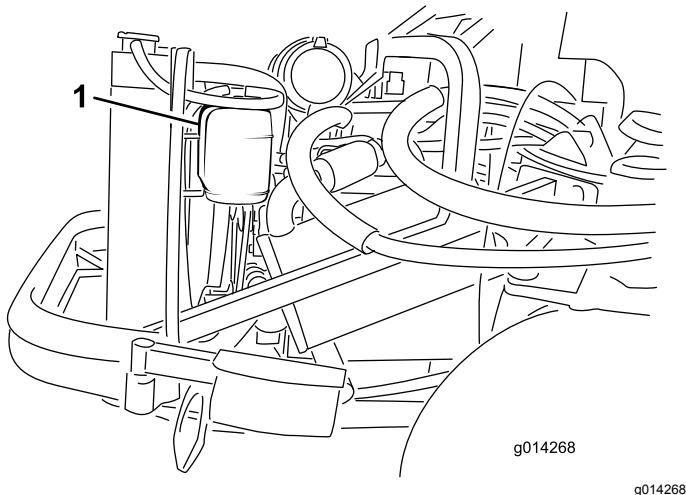

Figura 41
1. Compruebe el nivel de refrigerante en el depósito de expansión (**Figura 41**). El nivel del refrigerante debe estar entre las marcas en el lateral del depósito.